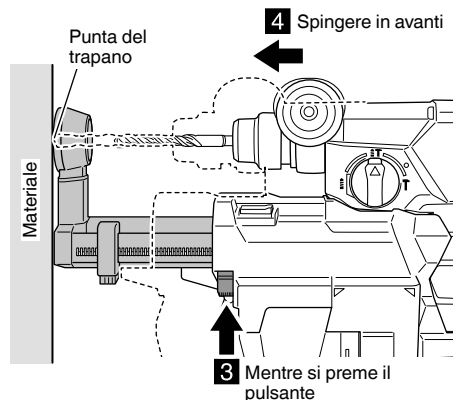

Fig. 6
- (3) Mentre si preme il pulsante di regolazione dell'ugello nella direzione della freccia, premere l'utensile verso il materiale, consentendo di ridurre la posizione dell'ugello finché non raggiunge la posizione in cui la punta del trapano entra in contatto con il materiale. (Fig. 6)